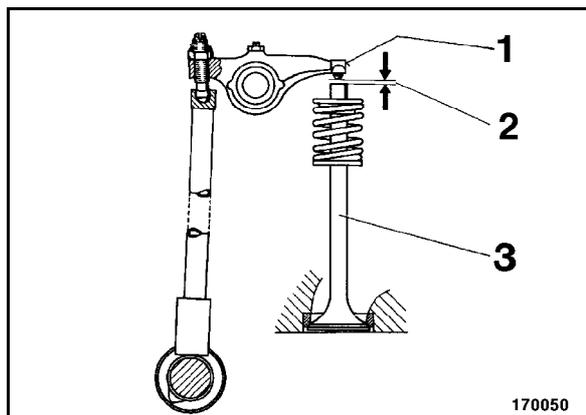

fig. 128
- A l'aide d'une cale d'épaisseur, contrôler le jeu de soupape 2 (fig. 128) entre le doigt du culbuteur (1) et la soupape (3).